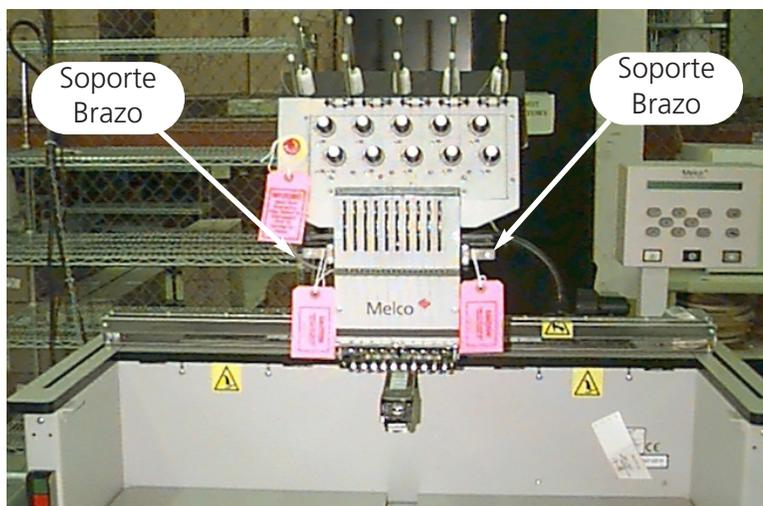

Figura 1-20
3. Quiten los dos soportes (una etiqueta de advertencia está aplicada en cada uno de estos). Consulten la figura 1-20.